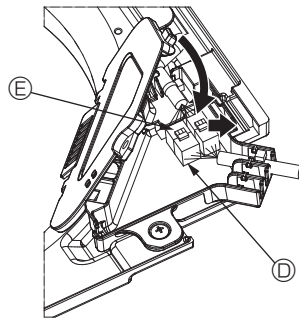

Fig. 10-9
- ③ Cierre la cubierta de la caja de conexión. Al cerrar la cubierta de la caja de conexión, deslice la cubierta en la dirección indicada por la flecha y compruebe que el resalte haya quedado firmemente insertado. (Fig. 10-9)